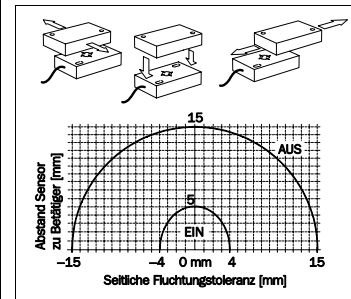

Abb. 4: Ausrichtung Lesekopf und Betätiger
- Beachten Sie die möglichen Betriebspositionen in Abb. 4.